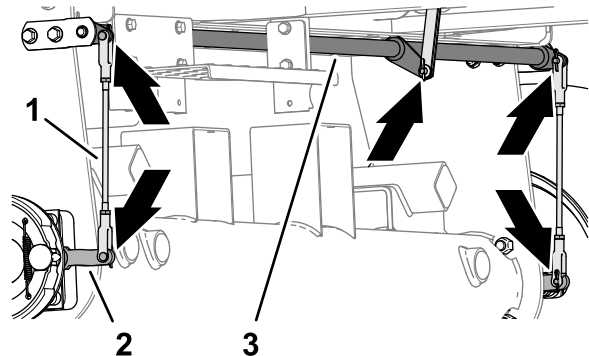

Figure 68
1. Vérifiez l'état et l'usure des tiges de frein gauche et droite (Figure 68).
2. Vérifiez l'état et l'usure de l'axe de pivot de frein (Figure 68).